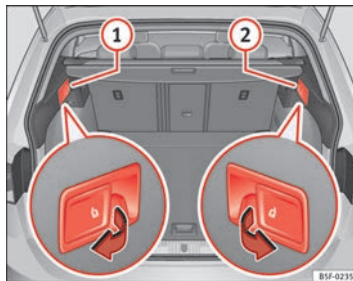

Fig. 92 No porta-bagagens: alavancas para desbloqueio à distância das partes esquerda 1 e direita 2 do encosto traseiro
- Puxe a alavanca de desbloqueio à distância da parte esquerda ⇒ Fig. 92 ① ou direita ② do encosto no sentido da seta. A parte desbloqueada do encosto traseiro rebate-se automaticamente para a frente.